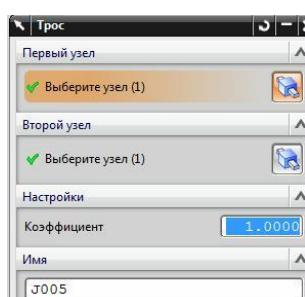

рис.103
- Как видно из диалогового окна этой связи (рис.103), предварительно автономное перемещение каждого тела, соединённого тросом, нужно обеспечить с помощью кинематической пары Ползун.